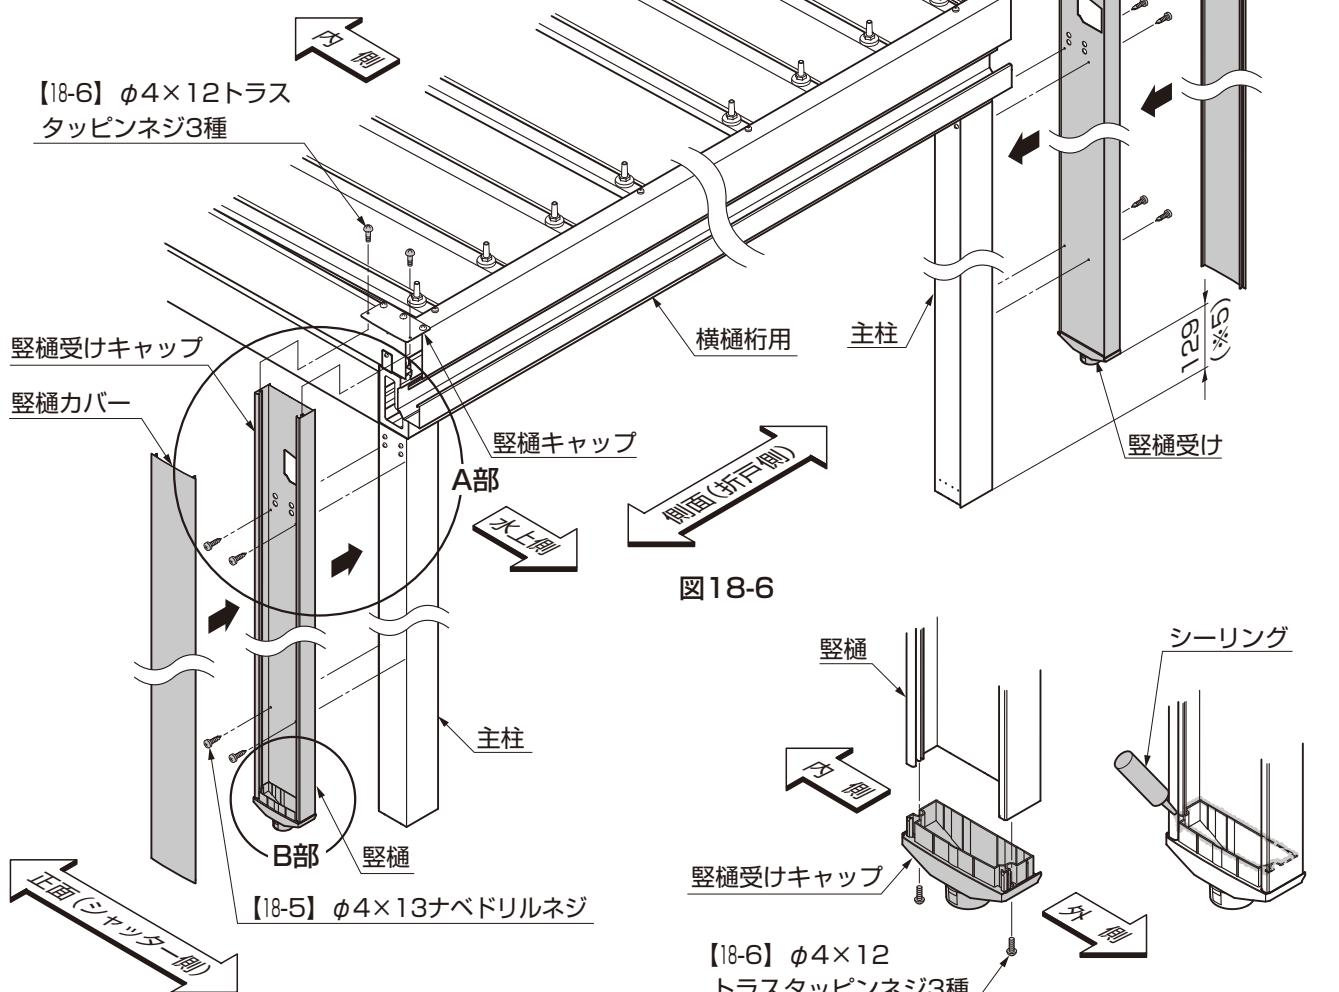

図18-6
- ④ 縦樋キャップに【18-6】で縦樋を取付けてください。(図18-6参照)
- ⑤ 主柱と縦樋を【18-5】で取付けてください。(図18-6参照)
- ⑨ 縦樋に縦樋カバーをはめてください。(図18-6参照)